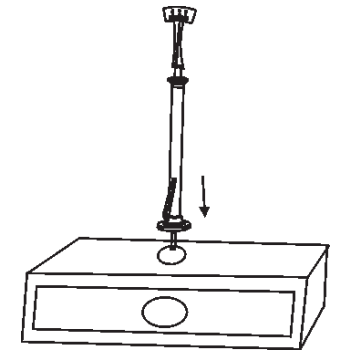

Figure 3
3. Placez le support qui porte inclut l'échelle (Figura 2), pour celui-ci dans la partie de sous l'axe il a un vis de sujétion (2.1) détendez-le et placez le rejeton dans l'orifice de la base de bois ; pour le fixer plus facilement, dans la partie de sous de la base il y a une cavité par la quelle on peut introduire la main pour fixer le vis (Figure 3).